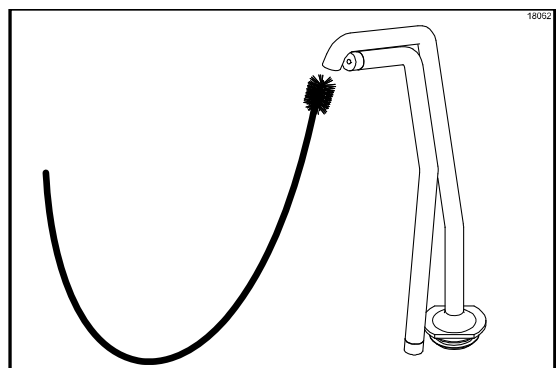

Figura 81
2. Insira a escova preta flexível pela ponta do tubo de escoamento. Passe a escova num movimento de vaivém para esfregar a ponta do tubo de escoamento. (Veja a Figura 81.)